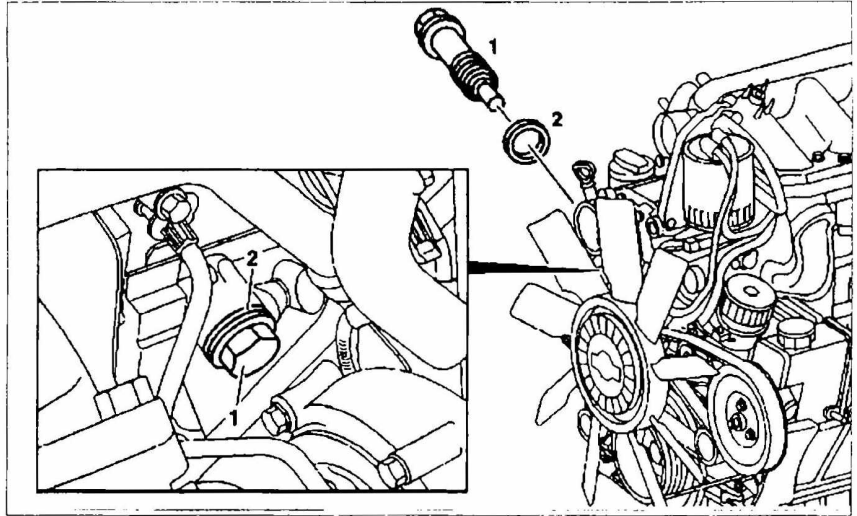

Рис. 17. Снятие и установка натяжителя цепи ГРМ:
2. Выкрутите натяжитель цепи ГРМ 1 из крышки ГРМ (рис. 17).